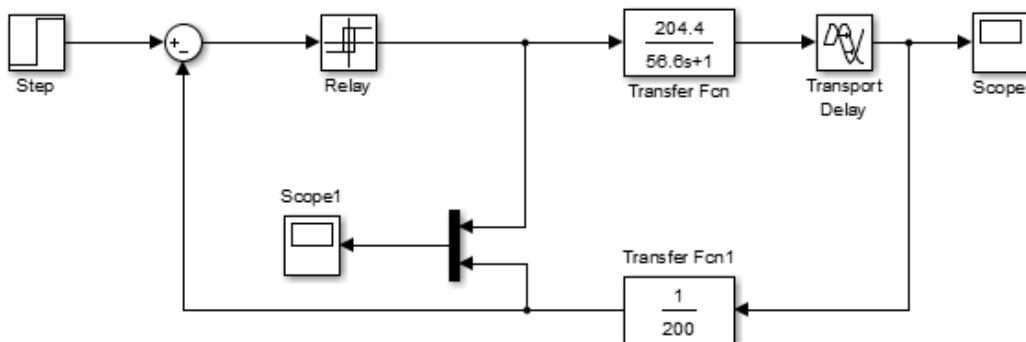

Figura 8.8. Sistema con tiempo muerto.
12. En muchos sistemas de control a la variable controlada le toma cierto tiempo alcanzar su nuevo valor estable después de que el controlador envía una orden al dispositivo de corrección o actuador, pero al menos "cierta" respuesta parcial se recibe inmediatamente, pero existen casos donde no se percibe absolutamente ninguna respuesta en la variable controlada durante un cierto período de tiempo después de que el controlador envía una señal al dispositivo de corrección. La situación por lo general se presenta cuando la ubicación física del dispositivo de corrección está muy alejada de la ubicación física del dispositivo de medición, en un sistema de llenado de tanque puede deberse a que se debe esperar a que el fluido recorra una tubería de cierta longitud. Para simular esa situación modifique el sistema añadiendo un bloque de retraso de transporte (ubicado en la librería Continuos de SIMULINK) tal como se muestra en la Figura 8.8.